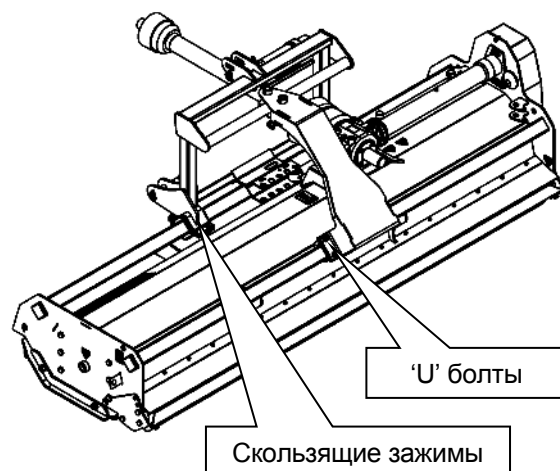

Рис. 1.9
- 1.5.1.2 Машины с приводом от BOM, как правило, поставляются в конфигурации с задним креплением и приводом от 1000 об / мин, см. Рисунок 1.9.